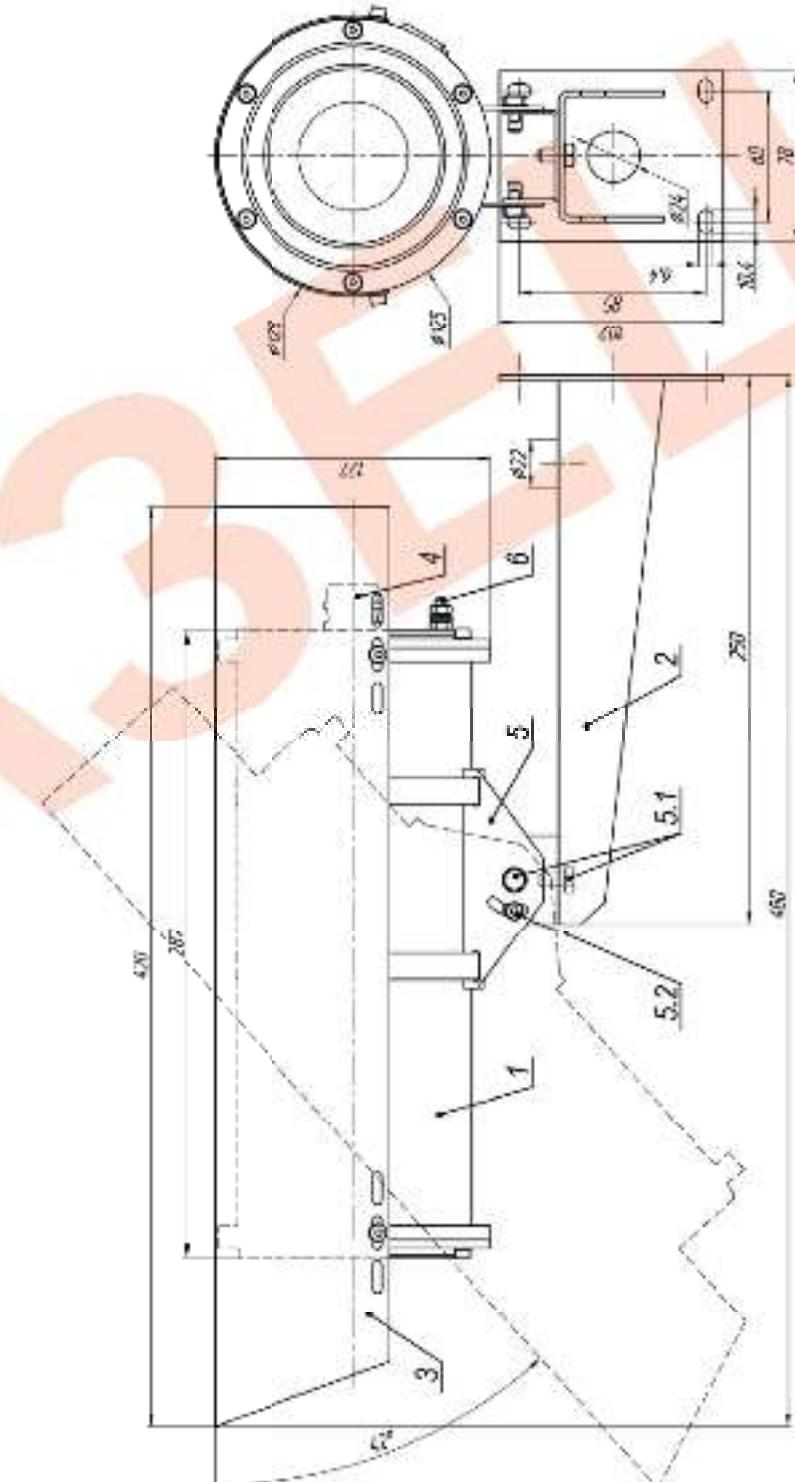

Рис.1 Габаритные и установочные размеры ТВК-192 IP
2. Ослабить болты к винты фиксации шарнира (поз.5.1 и 5.2 рис.1); установить гермобокс на нужное направление обзора, после чего надежно зафиксировать шарнир затянув выше перечисленные болты и винты.
3. Заземлить гермобокс с помощью болта заземления (поз.6 рис.1).
| 10    | Габаритные размеры                       | (см. рис.1)                                |  |               |               |
**Состав изделия:** (см. рис.1)